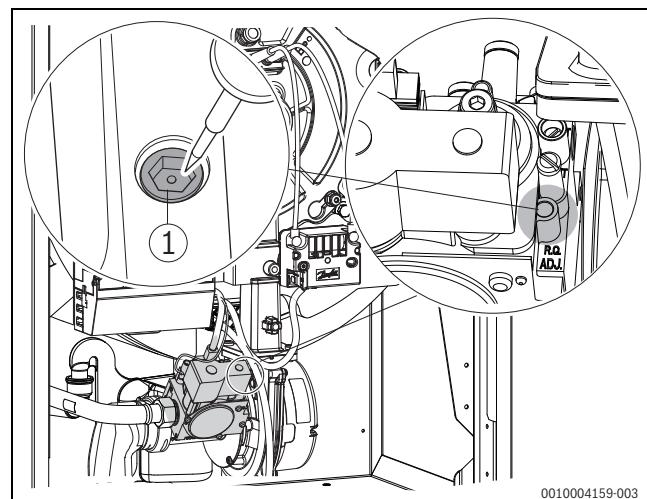

Bild 49 CO₂ / O₂-Einstellung bei Volllast vornehmen
- ▶ Bei CO₂-Werten (Werte in Klammern=O₂-Werte) unter 8,5 % (O₂=5,8 %) oder über 9,6 % (O₂=3,8 %) die Einstellung an der Volllast-Einstellschraube korrigieren (→ Bild 49, Seite 28, und Tabelle 8).
- Bei CO_2 -Werten (Werte in Klammern= O_2 -Werte) unter 9,8 % ($\text{O}_2=6,0\%$) oder über 10,8 % ($\text{O}_2=4,5\%$) die Einstellung an der Volllast-Einstellschraube korrigieren (→ Bild 49, Seite 28 und Tabelle 9).